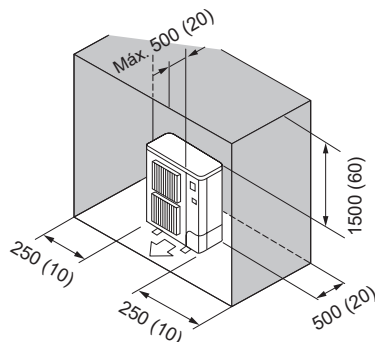

Fig. 2-11
(6) Obstáculos sólo en la parte trasera, los laterales y superior (Fig. 2-11)